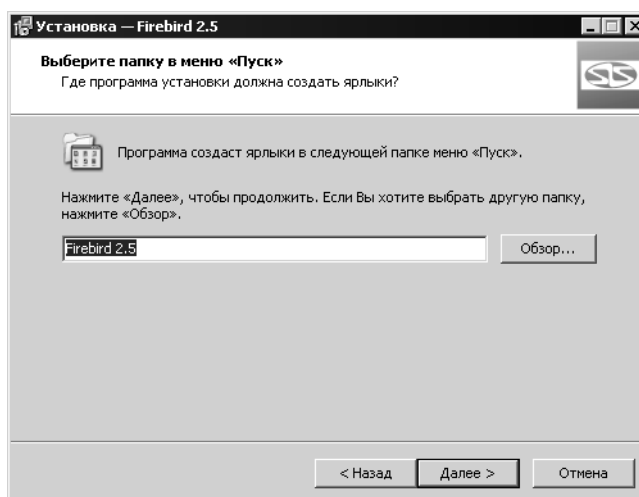

Рис. 3.9.
3. Укажите папку Главного меню Windows, в котором будут созданы ярлыки для запуска приложения (рис. 3.9).